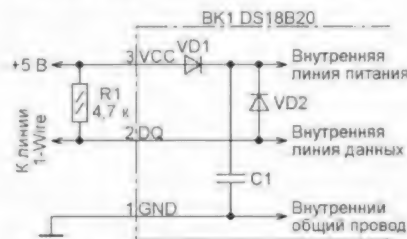

Рис. 2
14. Ответ — 1. Датчик DS18B20, • фрагмент внутренней схемы которого изображён на рис. 2, содер-